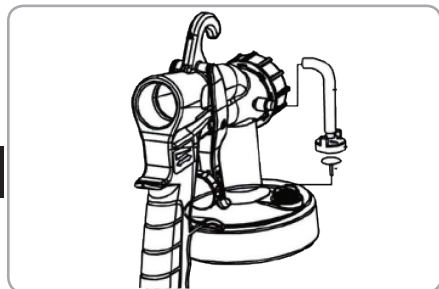

Fig.3
- Utilizați dispozitivul numai cu membrana intactă (Fig. 3).